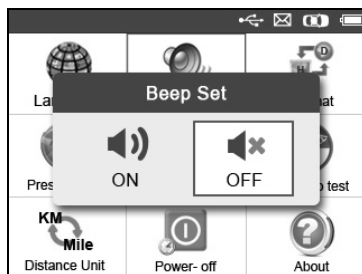

Рисунок 3.4
- 2) В меню **Beep Set [Настройка звукового сигнала]** с помощью кнопок прокрутки **влево/вправо** выберите значение **ON [ВКЛ]** или **OFF [ВЫКЛ]**, чтобы включить/отключить звуковой сигнал. (См. рисунок 3.4)